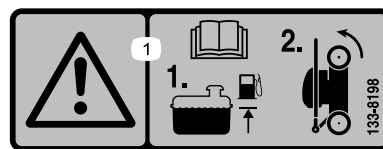

図 20
1. 機体を立てて格納する時には、タンク内の燃料の量が、このオペレーターズマニュアルに記載されている高さ未満とすることエンジンに貼り付けてあるエンジンメーカーのステッカーを参照図 20。